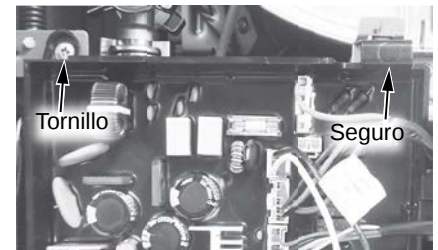

Figura 81 - Ubicación de la placa de control.
- 5 Ubique el tornillo que fija el panel de la placa de control. Use un destornillador Phillips para retirar el tornillo y déjelo a un lado en un lugar seguro para volver a instalarlo. Consulte la Figura 81.